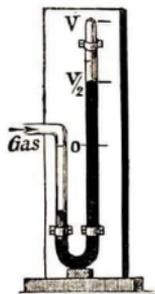

Abb. 146
4. Zur Messung von hohen Gasdrucken benützt man neben den Federmanometern (Abb. 101) das geschlossene Manometer (Abb. 146). Es ist dieses eine U-förmige Röhre mit einem geschlossenen Schenkel, in dem eine Luftmenge V vermittels einer Sperrflüssigkeit abgeschlossen ist.